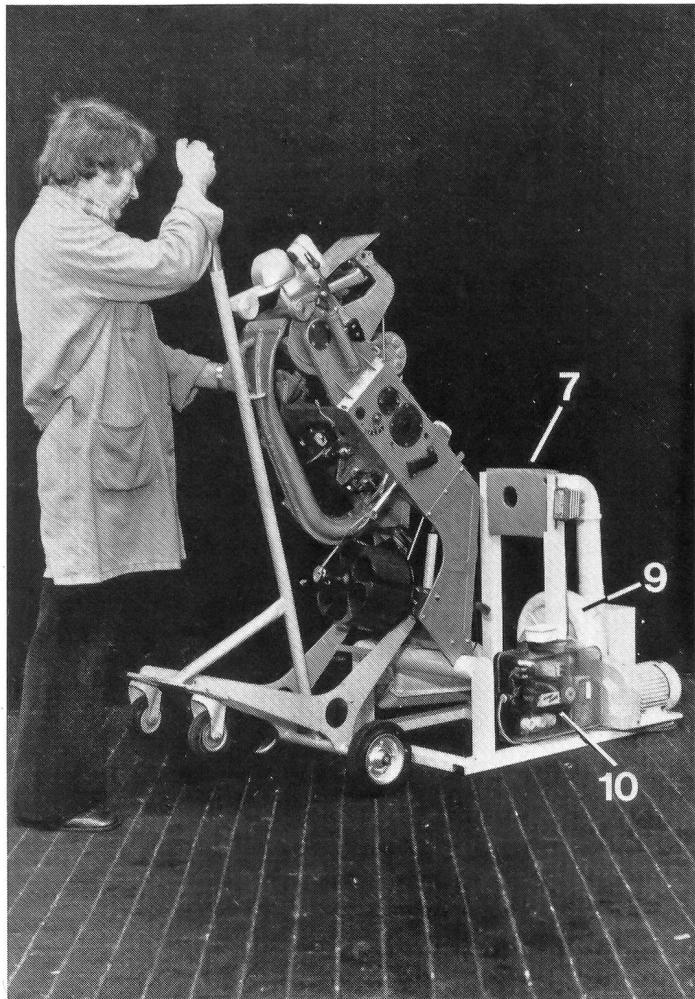

Abb. 6: Auswechseln der kompletten Spuleinheit am «Mayer-Coner RC 6»
**Ablauf:** Der Aushebewagen ist Hebwerkzeug und Transportmittel zugleich. Der Wartungsschlüssel hebt mit dem Aushebewagen die Spuleinheit aus der Maschine, transportiert und setzt sie in das Montagegestell oder auf den Prüfstand (Abb. 6) nimmt die Reservespuleinheit und stellt sie in das Maschinenbett. Dieses System ermöglicht zum ersten Mal Reparaturen ausserhalb der Maschine. Durch den Austausch der defekten Spulstelle gegen eine Reservespulstelle entsteht praktisch kein Produktionsverlust. Der Arbeitsrhythmus der Bedienung läuft ungestört weiter. Auf dem Prüfstand kann der Wartungsschlüssel die Spuleinheit unter den selben Bedingungen wie in der Maschine überprüfen. Damit entfallen Feinabstimmungen in der Maschine.